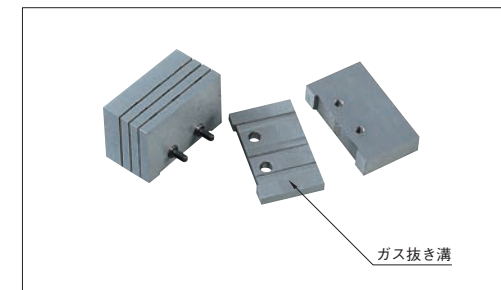

図1
- 各プレートにガス抜き溝(S)が加工されています。各プレートが所定の枚数合わさって、ガス抜き入れ子ブロックとなっています。(図1)